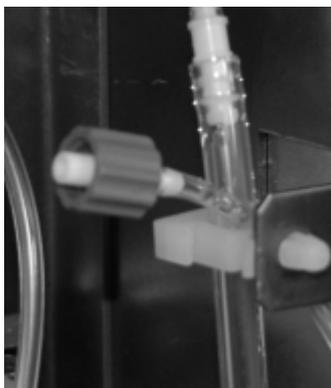

Figura 4-3
2. Abra la puerta derecha y verá un adaptador naranja como el que se muestra en la Figura 4-3.